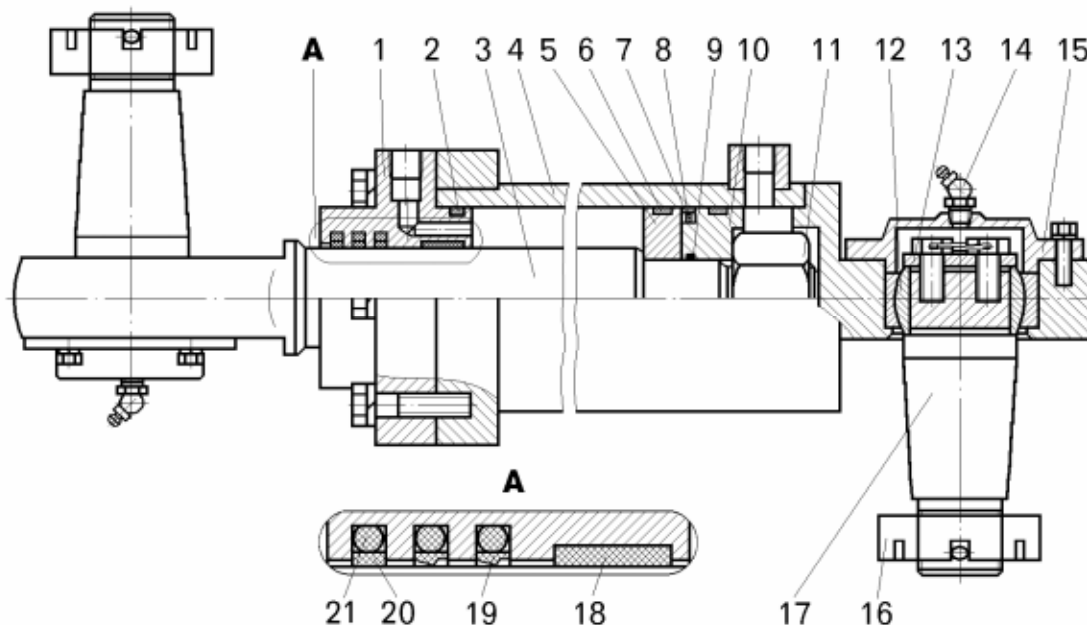

Рисунок 11.8 – Гидравлический цилиндр поворота:
- отвернуть болты крепления передней крышки 1 (рисунок 11.8) гидравлического цилиндра поворота;